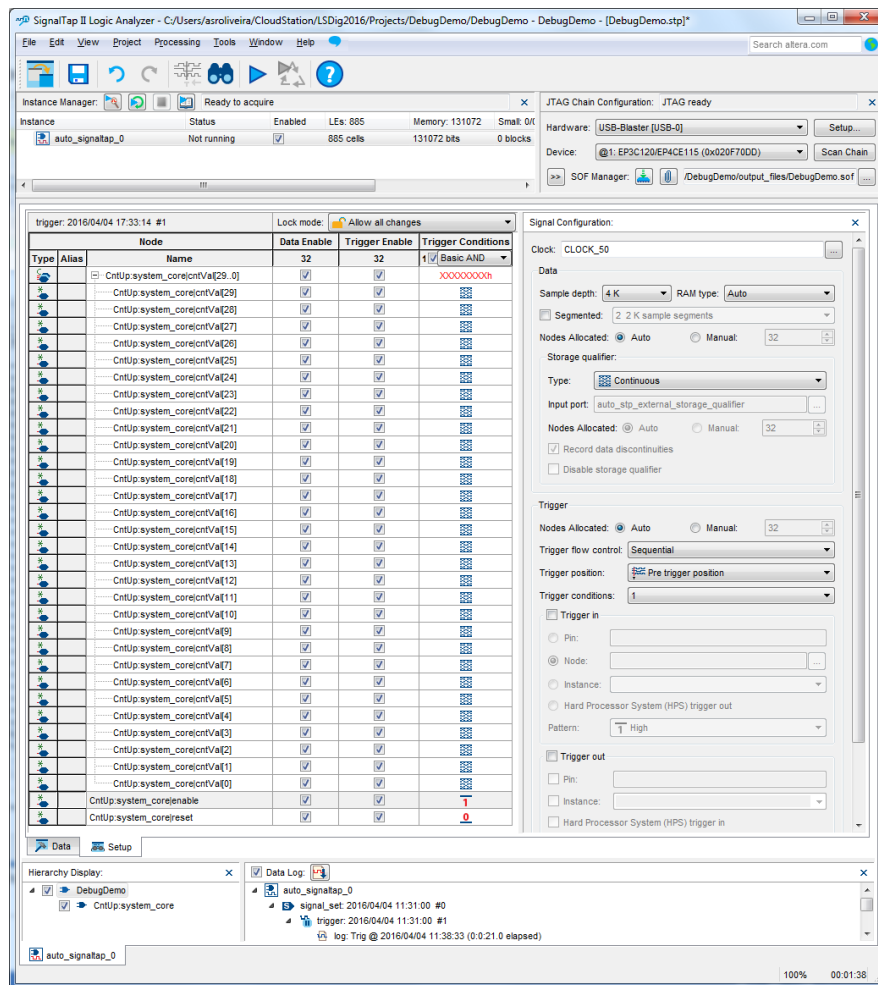
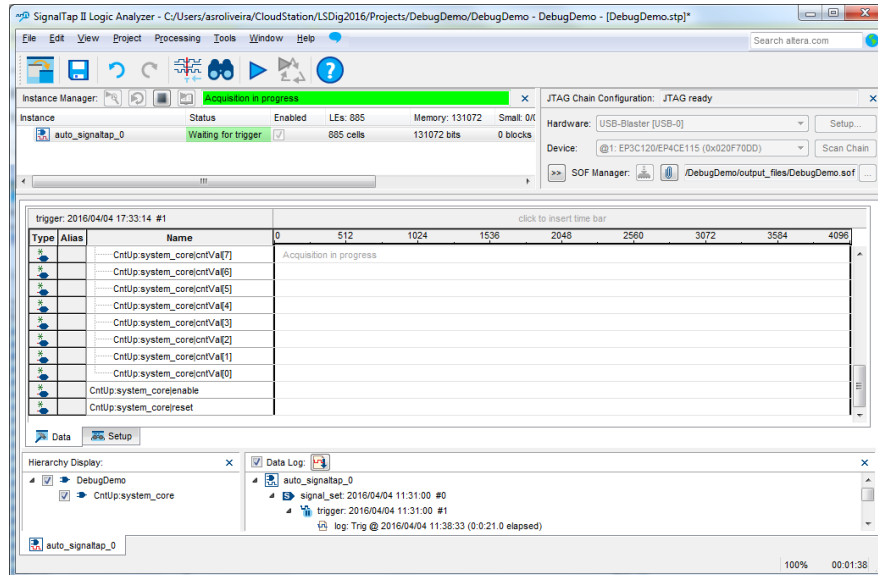
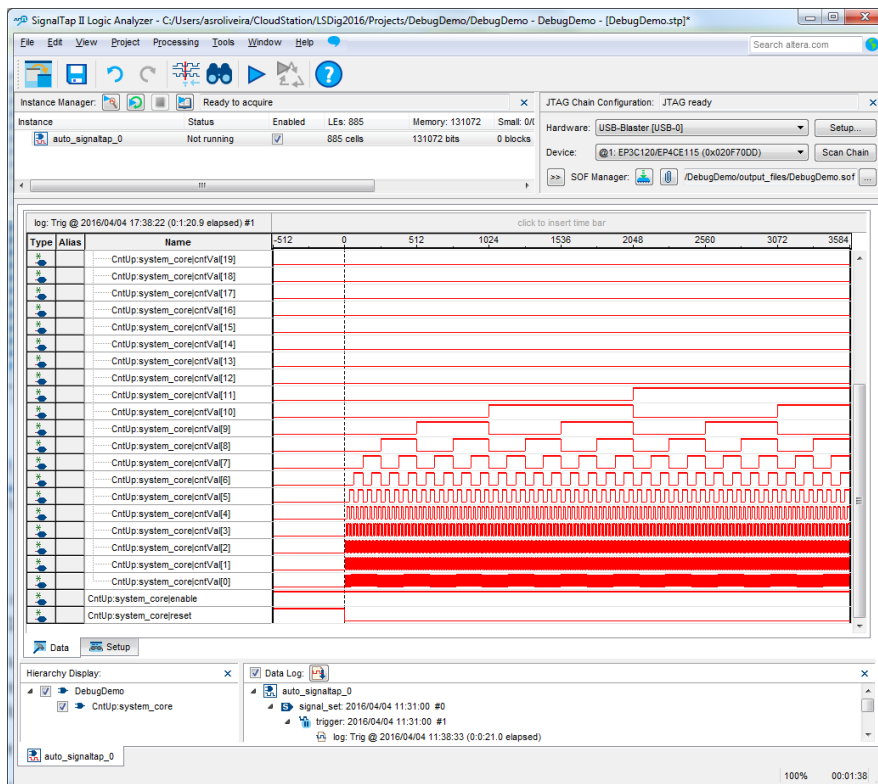

Figura 23 – Aspeto da aplicação “SignalTap Logic Analyzer” após programação da FPGA.
Figura 24 – Janela “Data” da aplicação “SignalTap Logic Analyzer” antes da captura (aguardar verificação da condição de disparo da captura).
Figura 25 – Janela “Data” da aplicação “SignalTap Logic Analyzer” depois da captura.
9. Após a programação da FPGA (Figura 23) mude a janela principal da aplicação “SignalTap Analyzer” de “Setup” para “Data” (Figura 24). Neste ponto está tudo configurado e preparado para ser iniciada a captura de amostras dos sinais pretendidos. Para tal, basta selecionar o comando “Processing → Run Analysis” e de seguida desativar a entrada de “reset” e ativar a entrada de “enable” do contador de forma a que seja satisfeita a condição de *trigger* e iniciada a captura dos sinais pretendidos. Uma vez recolhidas 4K amostras de cada sinal, os respetivos valores são transferidos para o computador e visualizados na aplicação “SignalTap Analyzer” (Figura 25).